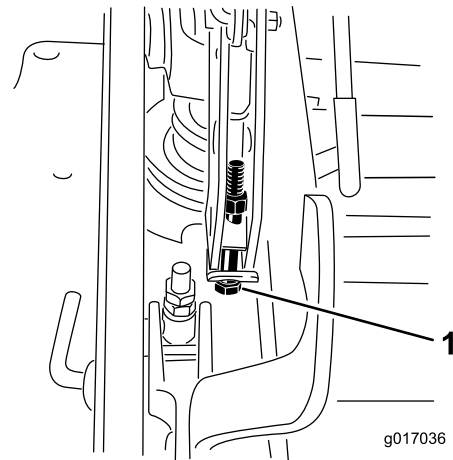

**Figure 74**
12. Pour régler le système monopoint, desserrez les deux boulons au bas de la plaque de hauteur de coupe. Reportez-vous à Figure 74.
14. Serrez les deux boulons au bas de la plaque de hauteur de coupe (Figure 74). Serrez à un couple de 37 à 45 Nm (27 à 33 pi-lb).